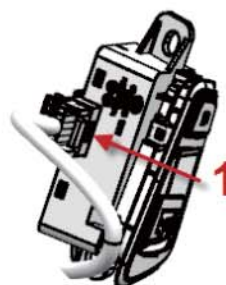

图8-1-11 6#开关组接插件拆卸示意图
d. 拆卸6#开关组接插件: 如图8-1-11, 用力沿箭头 1 方向压住卡脚, 再拔出线束插头。